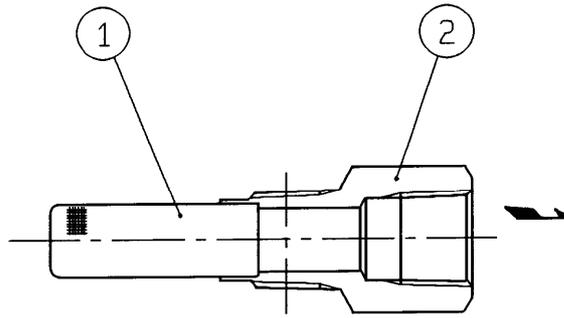

図6 FLI4型ストレーナ
FLI4型ストレーナ(B)(図6)はOD3型ダイヤフラム式基本弁(A)の弁箱(15)に直接ねじ込まれていますから、アクセサリ回りを取り外した後で取り出すことができます。
5.5. FLI4型ストレーナ(B)(図6)